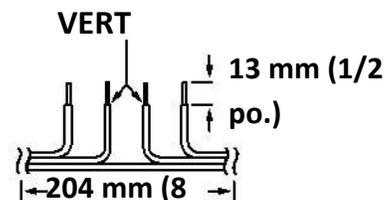

Figure 9. Division des fils le long du câble du préchauffeur.
3. Au point sélectionné sur le **câble du préchauffeur**, couper le fil vert et un conducteur d'alimentation. Diviser chaque fil sur les deux côtés en segments de 4 pouces (102 mm). Dénuder les extrémités des conducteurs sur environ  $\frac{1}{2}$  pouce (13 mm). Voir la figure 9.